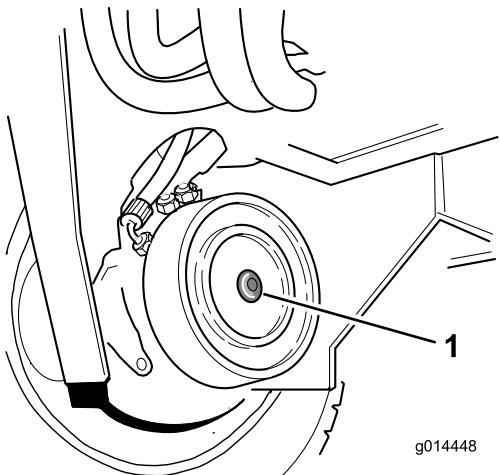

Figure 36
- Identifiez le frein à disque du moteur de roue avant droite et enlevez le bouchon hexagonal (Figure 36).